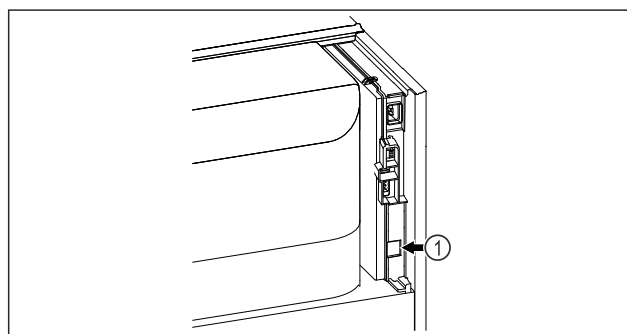

Fig. 77
- SmartModule Fig. 77 (1) är insatt.